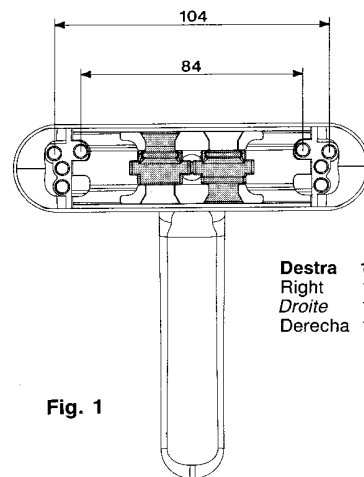
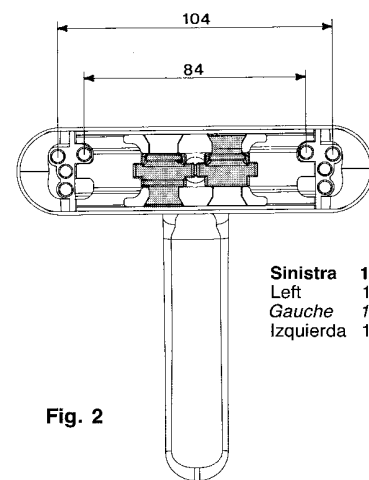

Fig. 1
Fig. 2
- Invertire gli scorrevoli (fig. 1) facendo in modo che risultino posizionati come in fig. 2
- Invert the sliders (fig. 1) so that they are positioned as shown in fig. 2
- Invertir les coulants (fig. 1) et les positionner comme le montre la figure 2
- Invertir las guías de deslizamiento (fig. 1) de manera que pasen a encontrarse en la posición ilustrada por la figura 2